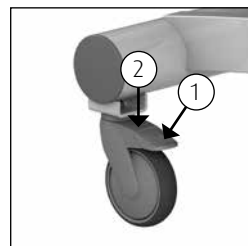

Figure 1 Blocage des roues.
- Le frein peut être actionné sur le brancard de douche / la table d'habillage en appuyant avec le pied sur la languette bleue (1) sur la roue (Cf. figure 1).
- Le frein peut être déverrouillé sur le brancard de douche / la table d'habillage en relevant la même languette, en appuyant avec le pied sur le dessus de la languette (2) (Cf. figure 1).